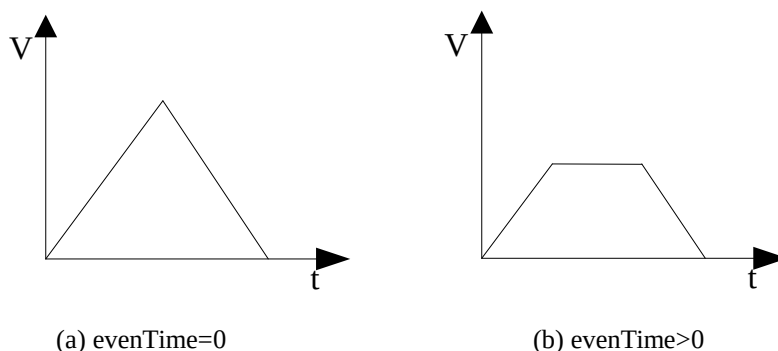

图 8-11 不同 evenTime 下的速度曲线
- **evenTime**: 每个插补段的最小匀速时间。当用户设置的插补段比较短时, 而该插补段的目标速度又设置的比较大, 则会造成合成速度的曲线如图 8-11 (a)所示, 只有加速段和减速段, 形成一个速度尖角, 加速度在尖角处瞬间由正值变为了负值, 造成较大的冲击; 设置了 **evenTime** 之后, 可以减小目标速度, 使速度曲线如图 8-11 (b)所示, 减小了加速度突变的冲击。